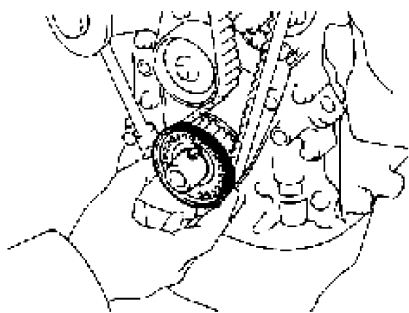

图 1-115 安装正时带导轮
3) 安装正时带导轮。安装导轮，将杯口面向外，见图 1-115。